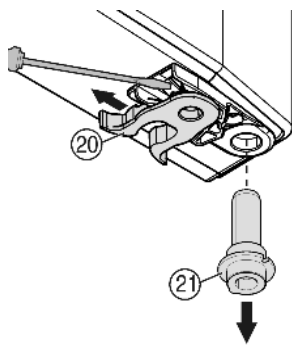

Fig. 9
- Permuter la pince élastique Fig. 9 (20) : appuyer sur l'ergot puis retirer la pince élastique.
- Tirer le pivot d'appui Fig. 9 (21) hors de la douille de porte et la mettre en place ensemble avec la rondelle du côté opposé. Le taquet d'arrêt doit indiquer vers la paroi intérieure de la porte, l'encoche vers la paroi extérieure.
- Pivoter la porte vers le bas et mettre en place le pivot d'arrêt Fig. 9 (21) dans le support d'appui. Event. tourner le pivot d'arrêt de sorte qu'il puisse encliquer.